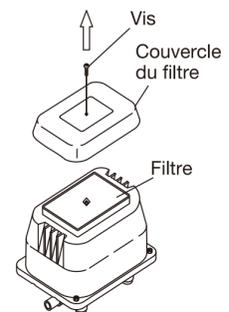

Figure 2
- 3 Retirez le couvercle du boîtier (Figure 2). Saisissez les deux extrémités pour tirer le couvercle vers le haut.